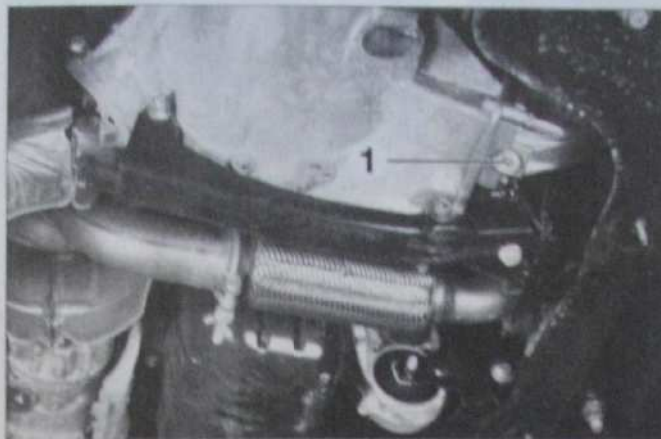

Fig. 1
- le bouchon de vidange (1) (Fig.1).